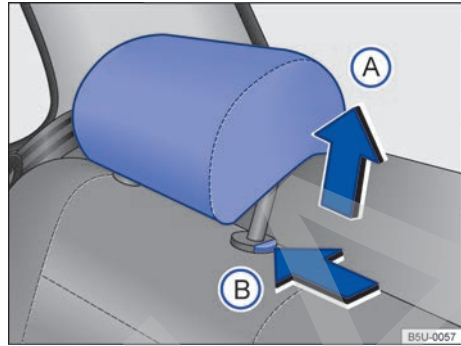

Fig. 43 Desmontar el apoyacabezas trasero.
- Presionar la tecla \Rightarrow fig. 43 (B) en el sentido de la flecha. Retirar el apoyacabezas con la tecla presionada.